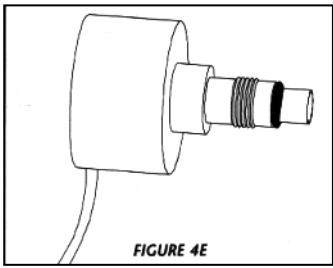

FIGURE 4E
4. Reasamblati cu grijă componentele, introducând prima dată o-ring-ul senzorului (fig.4E) și apoi insurubati senzorul. Nu strangeti prea tare.